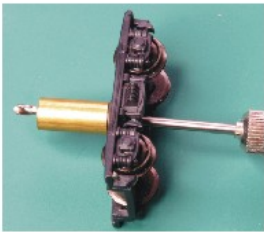

Bild 1
3. Das mitgelieferte Rohr ein Stück auf den Drehzapfen schieben, von unten eine 2,5 mm Bohrung einbringen Bild 1